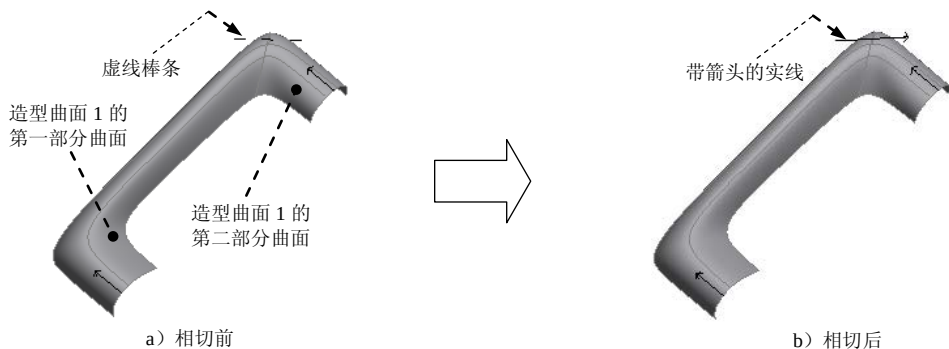

图 8.8.55 设置两个 ISDX 曲面相切
③ 在“曲面创建”操控板中的“参考”界面中单击 **内部** 区域，然后选取 ISDX 曲线 5，这样 ISDX 曲线 5 便成为 ISDX 曲面的内部控制曲线。
④ 完成 ISDX 曲面的创建后，单击“造型：曲面”操控板中的 按钮。
(1) 单击“曲面连接”按钮 。
(2) 在系统 的提示下，按住 Ctrl 键，选取造型曲面 1 的第一部分曲面和第二部分曲面。
(3) 此时若曲面上显示虚线连接图标（如图 8.8.55 a 所示，即衔接方式），则应单击该图标，该图标即变为实线箭头（如图 8.8.55b 所示，即相切方式）。
(4) 单击操控板中的 按钮。